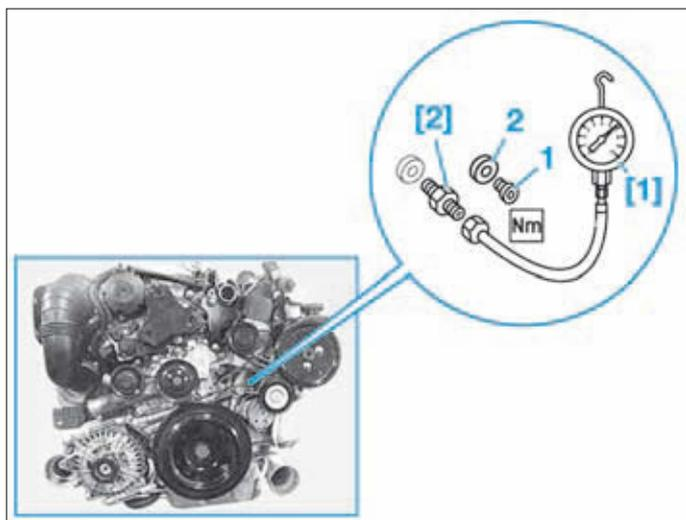

FIG. 20
- Déposer la vis (1) et son joint (2) (Fig.20).
- Brancher les outils [1] et [2] avec le joint (2) en lieu et place de la vis (1).
- Reposer la vis (1) et remplacer le joint (2).